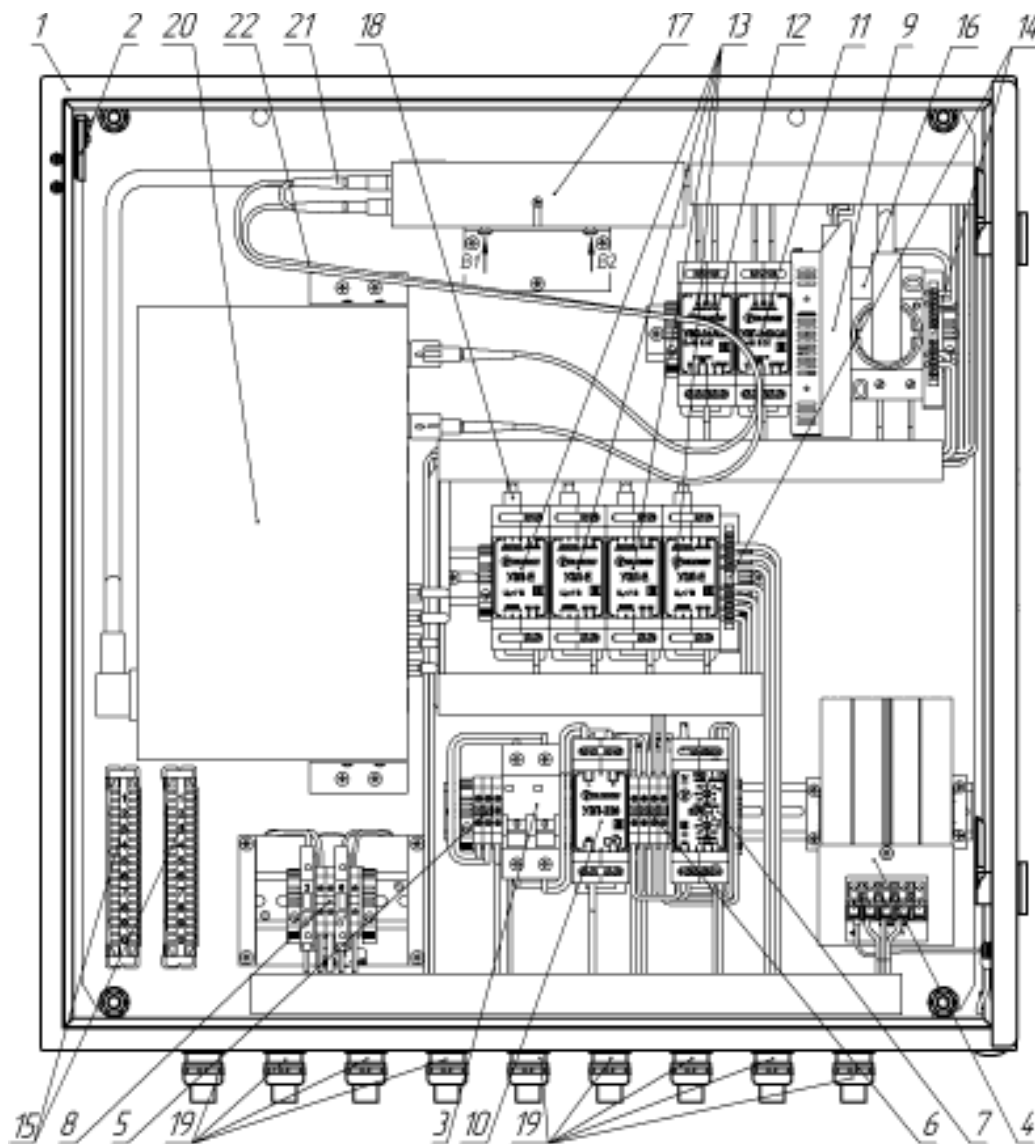

Рис. 1. Устройство термошкафа (дверь открыта на 90°)
- снять оптический кросс с кронштейна, ослабив крепежные винты В1 и В2 (рис.1);
7. Подать напряжение питания 220В АС на клеммы X1, при этом фазный провод (L) соединить с контактом 1.1, нулевой провод (N) с контактом 2.1.